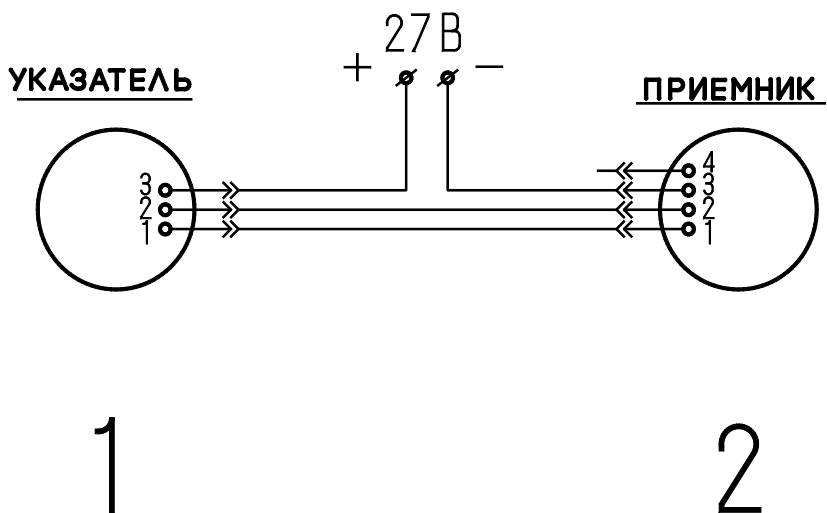

Рисунок 4 - Электромонтажная схема соединения
6.4 Монтаж электропроводки ведется согласно электромонтажной схеме (см.рисунок 4) проводом сечением не менее 0,35 мм², концы которого припаиваются к гнездам штепселя ШПЛМ – 3 и розетки 2РМДТ18КПН4Г5В1В.